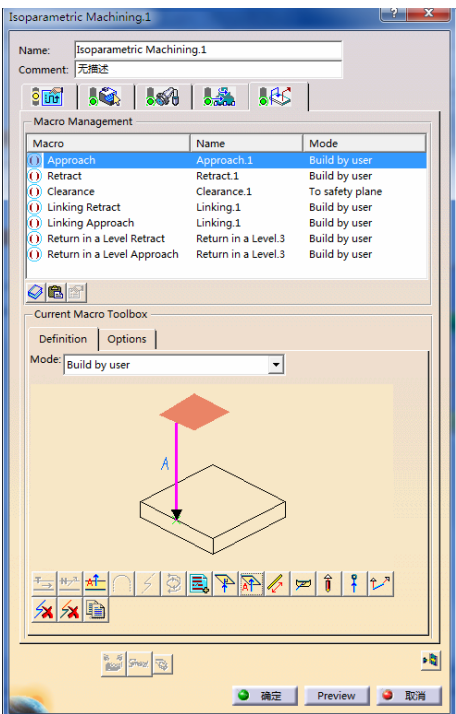

图 4-59 设置“Approach”参数（2）
- 在“Macro Management”区域的列表框中选择“Approach”, 单击鼠标右键, 在弹出的快捷菜单中选择 Activate 命令, 在“mode”下拉列表中选择“Build by user”, 依次单击按钮和按钮, 设置“Approach”参数 (2) 如图 4-59 所示。